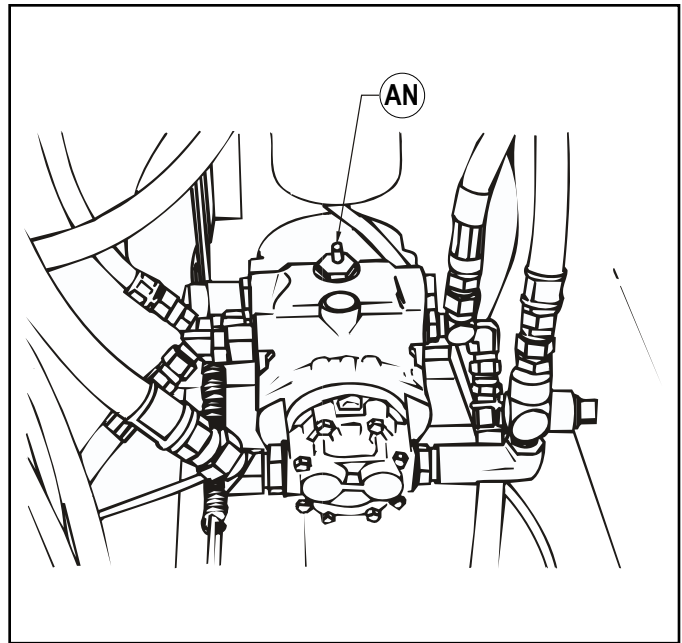

FIGURA 21
INSTRUCCIONES DE REMOLQUE (CONSULTE LA FIGURA 21)
1. Localice la extensión del eje de control de remolque (**AN**), como se muestra en la figura 21. (Vea la flecha).